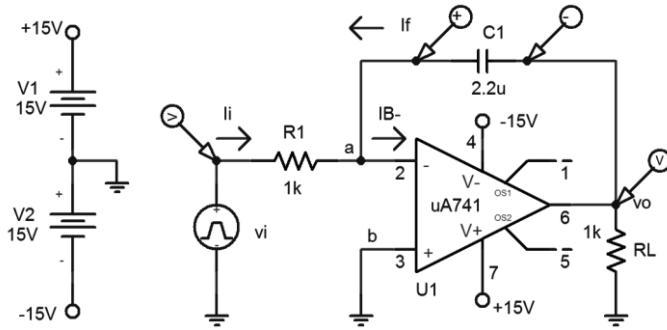

Figura 3.102 – AOP integrador, Exemplo 83.
**Exemplo 83** – O circuito integrador da Figura 3.102 apresenta um AOP integrador de tensão, em que no terminal (-) foi aplicado uma onda quadrada de 0 a 5 V, em 500 Hz ( $T = 2 \text{ ms}$ ). A constante de tempo do capacitor é de  $\tau = RC = 2,2 \text{ ms}$ . Este circuito foi simulado no PSpice®.